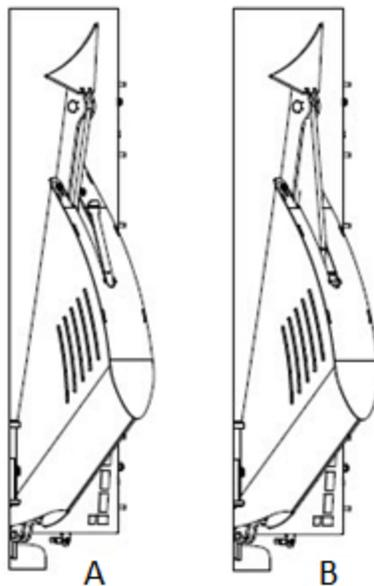
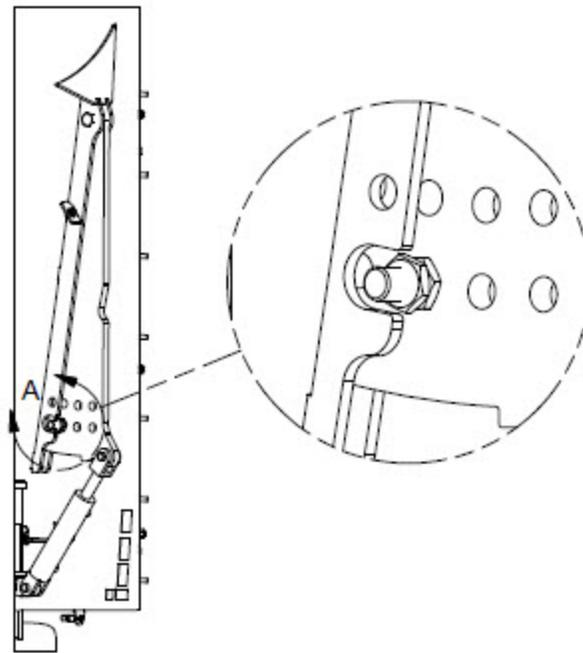

Figure 19 — Contre-couteaux entrés (A) Contre-couteaux sortis (B)
Figure 20 — Limiteur de course du vérin hydraulique des contre-couteaux
1. Avec les commandes hydrauliques, sortez complètement les contre-couteaux de la cuve (Figure 19-B).
3. Enlevez les gardes des contre-couteaux, qui se trouvent de chaque côté de la machine, en desserrant les quatre (4) boulons de chaque garde.
4. Insérez le boulon du limiteur de course dans le trou correspondant à la position désirée (Figure 20).